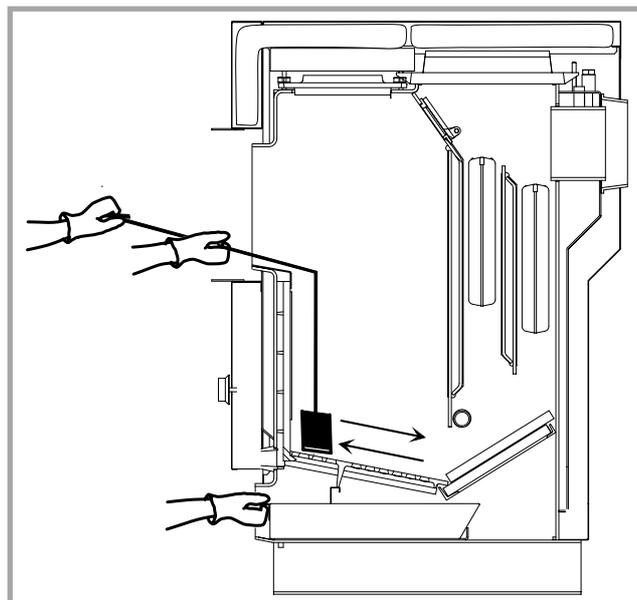

Figure 14 - Décraissage de la grille
• **Tous les jours** : Décraquer la grille à l'aide de l'outil spécial (fig. 14).